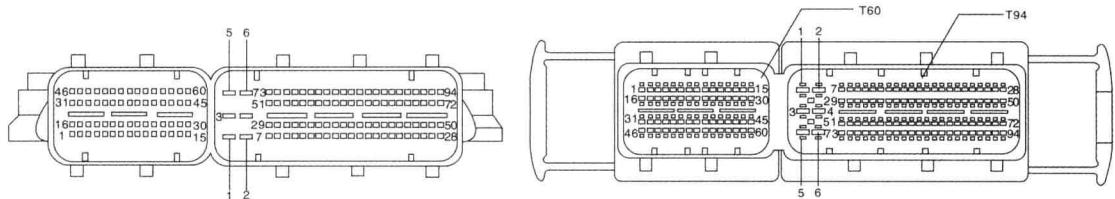

图 1-1-1 2.0L BPJ 发动机电控单元
(1) 发动机电控单元 T94a 如图 1-1-1 所示, 其针脚功能表见表 1-1-1。
(2) 发动机电控单元T60a如图1-1-1所示,其针脚功能表见表1-1-2。